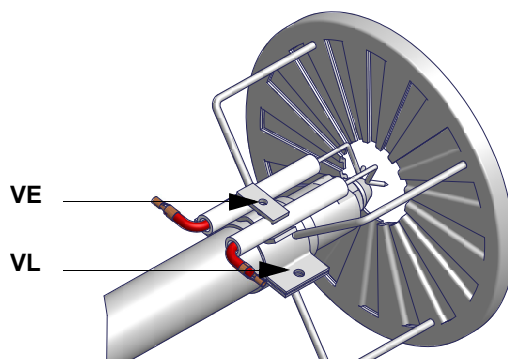

Рис. 19
**ВНИМАНИЕ:** для того, чтобы отрегулировать положение форсунки (Рис. 19), воздействовать на винт **VU**.